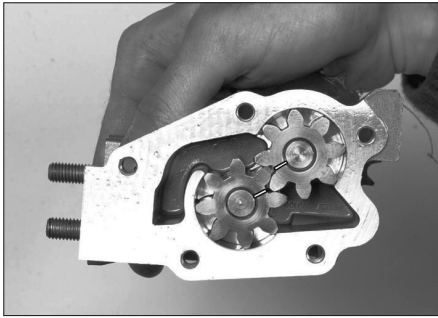

Fig. 27
- Si la pompe a été démontée, veiller à remonter ses pignons, rainures côté couvercle (Fig.27).